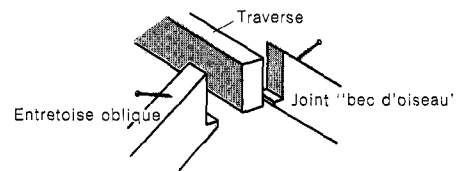

Fig. 2. Découpe en "bec d'oiseau".
les aux faces externes des pieds avec des vis n° 12 à tête plate de 1 1/2". Coupez les entretoises obliques dans du 2 x 4 en faisant des joints "bec d'oiseau" (fig. 2). Vissez-les au milieu des traverses. Coupez les lattes (5) dans du bois de 3/4" x 2". Fixez-les avec des clous de 2" pour qu'elles dépassent le cadre de 1 1/2" à l'avant et de 4" à l'arrière. Espacez les lattes de 1" les unes des autres. Clouez une moulure (6) sur l'avant des lattes. Si vous faites la claie par sections, utilisez du 2 x 4 pour les pieds des joints. Deux pieds boulonnés ensemble forment des pieds de 4 x 4. Vissez les traverses à chaque